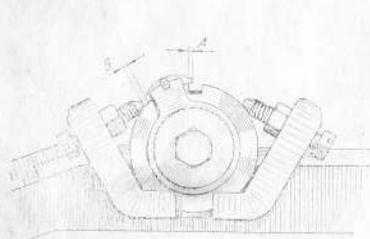

Рис. 32. Левое положение гребня зажима (см. рис. 33)
6. Регулировка хода гребней зажима (рис. 32, 33)
После регулировки хода гребней устанавливают зазор 0,2...0,7 мм между гребнем зажима и торцом регулировочного упора 1 (рис. 32, 33). Регулировку производят вращением упоров. Получив необходимые зазоры, фиксируют упор контргайкой 4.